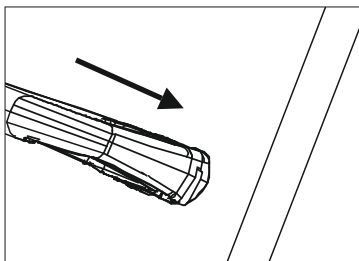

Рис. 4
2. Установите вспомогательную рукоятку на верхней части штанги. Отрегулируйте ее так, чтобы она находилась в верхней части верхней штанги (рис. 4).